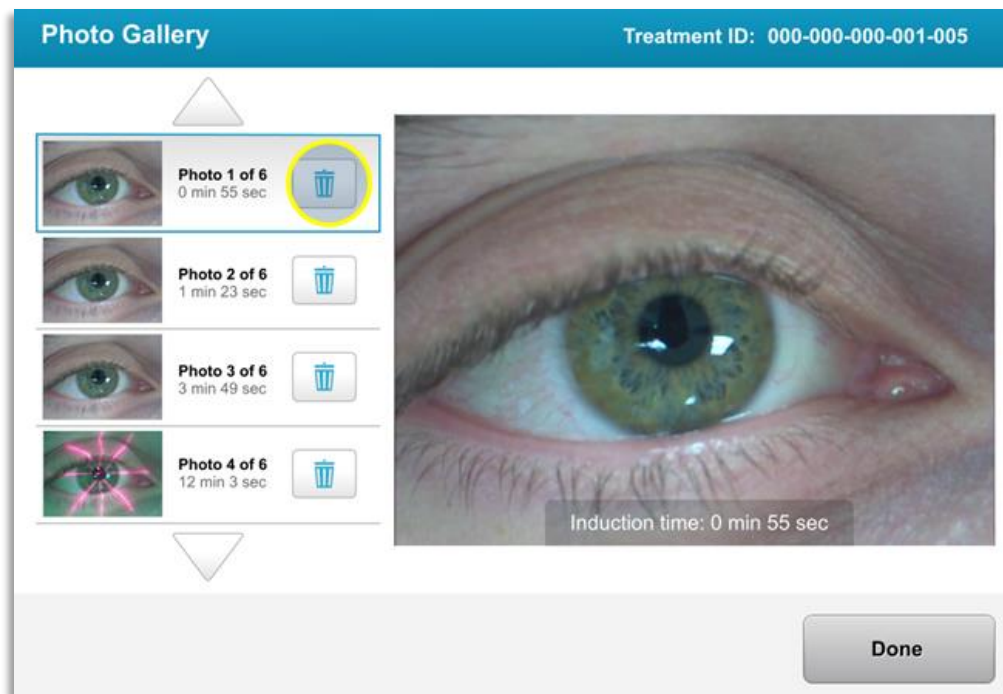

Abbildung 3-33. Zum Löschen den Papierkorb wählen
- Wählen Sie in der Fotogalerie das Abfallsymbol neben dem Foto, das Sie löschen möchten (Abbildung 3-33).